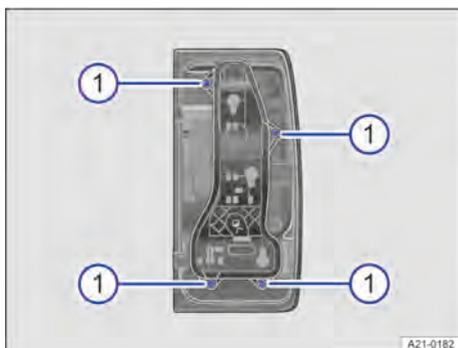

Fig. 151 Na lanterna traseira: desprender o suporte da lâmpada.
7. Com a chave de fenda, remover quatro parafusos de fixação do suporte da lâmpada → Fig. 151 ①.
10. Encaixar o suporte da lâmpada na lanterna traseira e rosquear firmemente → Fig. 151 ①.